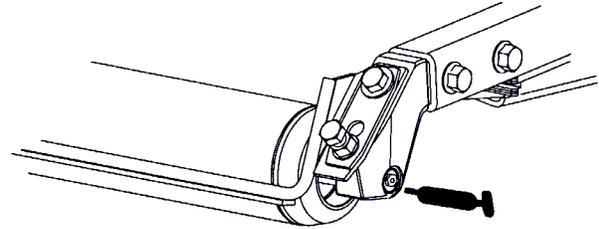

图 36
- 後ローラのベアリング (各カuttingユニットに2か所) (図36)。
注：ローラの注入部 (図36) 面一フィッティングなので、グリスガン用ノズル・アダプタが必要です。パーツ番号は P/N 107-1998。ご注文は Toro 代理店へ。